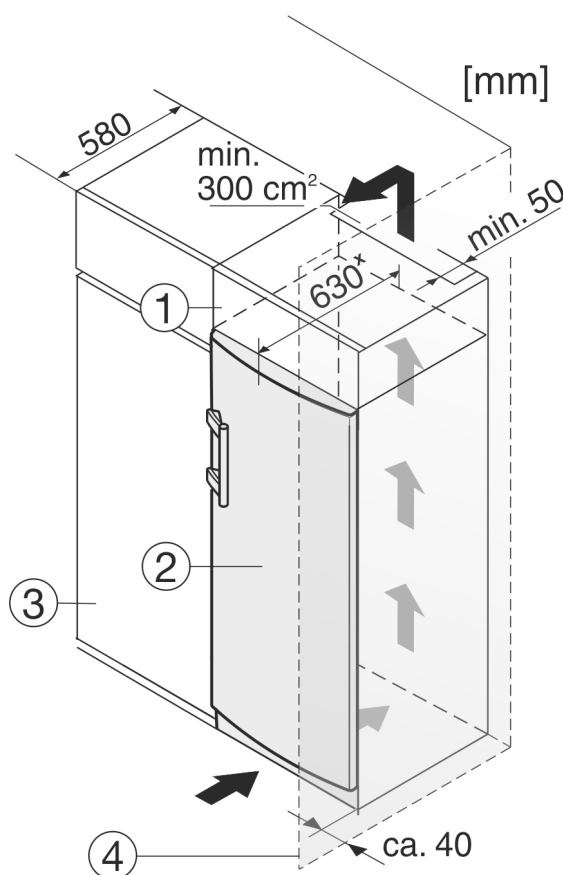

Fig. 9
- (1) Дополнительный шкафчик
- (2) Устройство
- (3) Кухонный шкаф
- (4) Стенка
Устройство может быть окружено предметами кухонной обстановки. Чтобы уравнивать устройство *Fig. 9 (2)* по высоте с кухонной стенкой, можно установить над устройством соответствующий дополнительный шкафчик *Fig. 9 (1)*.
При комбинировании с кухонными шкафами (глубина макс. 580 мм) устройство можно установить непосредственно рядом с кухонным шкафом *Fig. 9 (3)*. Устройство выступает сбоку на 34 мм* и по центру на 50 мм* относительно передней стенки кухонного шкафа.
Если устройство установлено на шарнирах у стены *Fig. 9 (4)*, то расстояние между устройством и стеной должно быть не менее 40 мм. Настолько выступает ручка при открытой дверце.